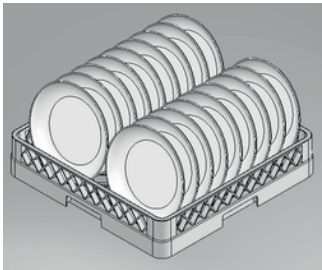

Fig. 6
- El dispositivo debe conectarse obligatoriamente a una instalación equipotencial mediante el tornillo equipotencial (Fig. 6 Pos.1) que se encuentra en la parte trasera del mismo. Está señalizada con los siguientes símbolos:  (IEC 60417-5021)